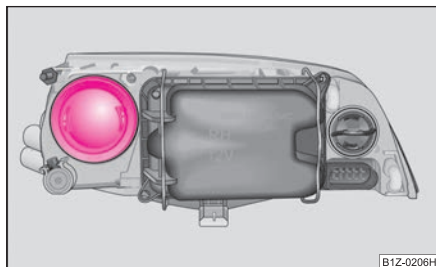

Fig. 232 Capul protector al becului luminii de drum
- Scoateți capul de pe partea posterioară a farului ⇒ fig. 232.